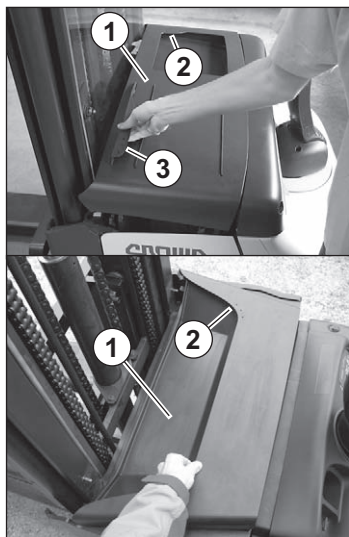

Fig. 44 Åbne batterilåget
- *Hold altid batterilåget i det indlejrede greb 2 eller håndtagsstrippen 3 (se fig. 44), aldrig i bunden.*